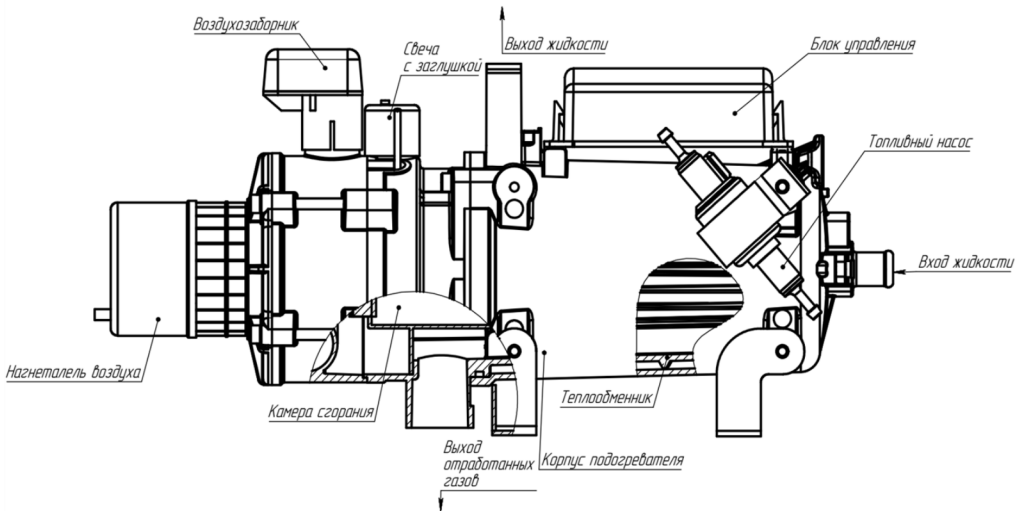

Рис. 1 Основные узлы подогревателя
- нагреватель (основные узлы нагревателя показаны на рис. 1);